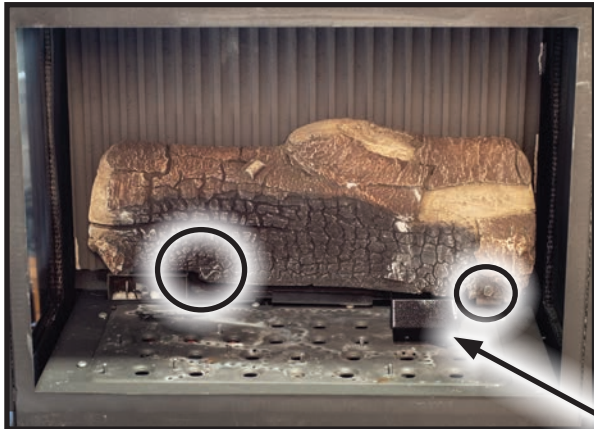

Figure 43: Log #8 Placement
L'emplacement des journaux n'est pas arbitraire. Si elles sont mal positionnées, les flammes peuvent être «pincées» et ne brûlent pas correctement. Toutes les bûches se localisent sur des broches de brûleur ou dans une encoche, ce qui facilite l'alignement. En utilisant les images fournies, installez soigneusement les bûches (voir Figure 43 à Figure 54).
1. Placez la bûche n° 8 sur le bouclier de la veilleuse (côté gauche) et le repose-bûches (côté droit) à l'arrière de la chambre de combustion. Faites glisser la bûche vers la gauche jusqu'à ce qu'elle touche l'arrêt des doigts à côté du bouclier de la veilleuse (Figure 43).